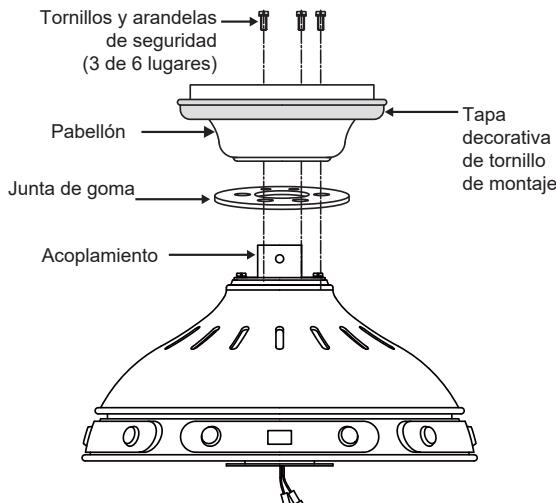

Fig. 9
**Paso 1.** Retire tres de los seis tornillos y arandelas de seguridad (cada uno) del collar en la parte superior del conjunto del motor. Coloque el dosel del ventilador de techo y la junta de goma sobre el collar y alinee los orificios de montaje con los orificios del collar. Fije el dosel y la junta de goma con los tres tornillos y las arandelas de seguridad que retiró anteriormente. (Fig. 9)